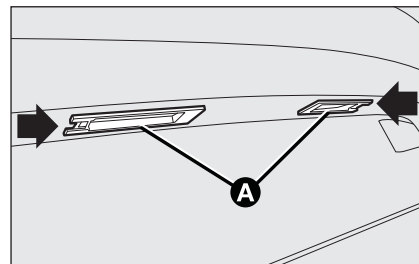

fig. 34
- ☐ intervenir sur le point indiqué par la flèche et enlever le groupe transparent **A-fig. 34**;